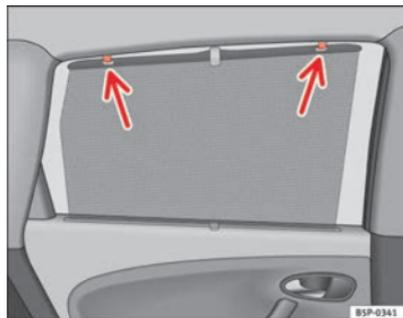

Fig. 83 Store de portière arrière
- Tirez le store et attachez-le aux crochets situés sur la partie supérieure de la portière ⇒ fig. 83. ■